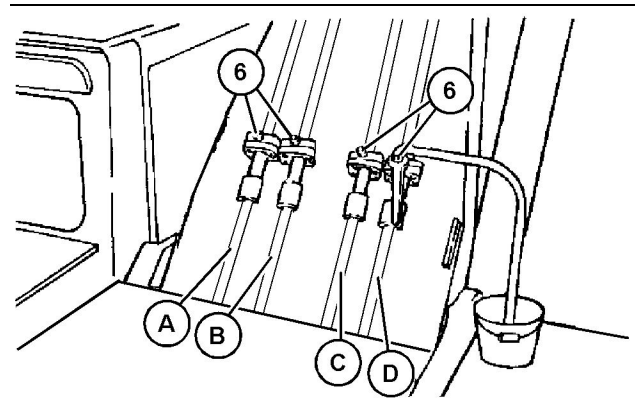

Ilustración 385
9. Si los tornillos de purga están equipados, efectúe el siguiente procedimiento de alivio de presión para cada circuito del brazo y del cucharón. Consulte la Ilustración 385 y la tabla 76 para ver las ubicaciones de los circuitos del brazo y del cucharón.